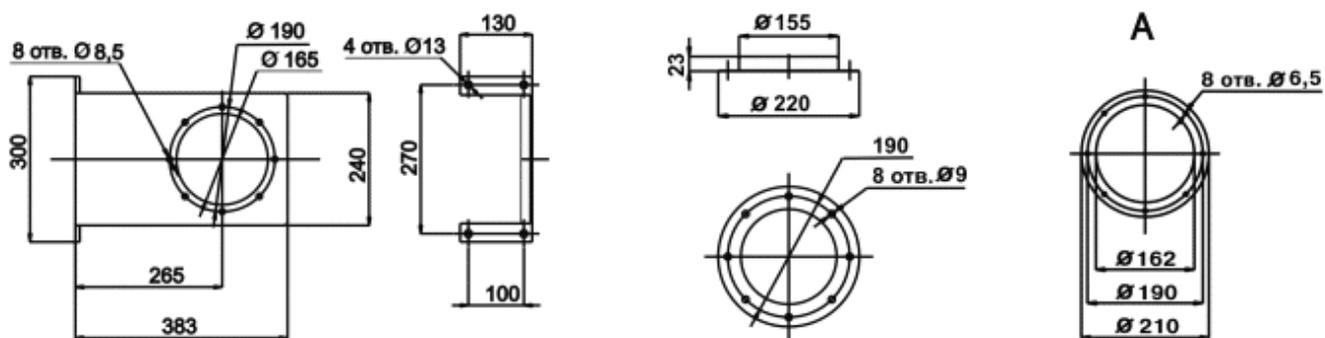

Рис.2.1
2.3. Габаритные и присоединительные размеры, а также масса KUA-M, габаритные и присоединительные размеры кронштейна и фланца указаны на рис.2.1 и таблице 2.1.